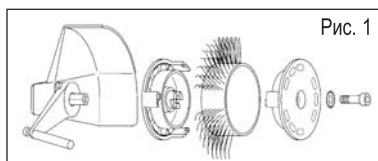
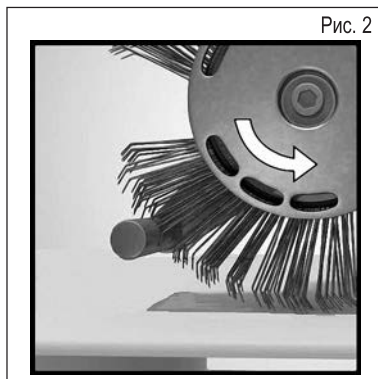

Рис. 1
Рис. 2
1. Отключите подачу электроэнергии, затем должным образом закрепите ленту Bristle Blaster® 23 мм в инструменте при помощи соответствующей системы фиксации (проверьте направление вращения) и предусмотренных для этой цели стопорной шайбы и винта. **См. Рис. 1 и Рис. 2**
Вы используете ленту Bristle Blaster® в неправильном направлении? – Выровняйте щеточную ленту так, чтобы она вращалась в предписанном направлении (см. главу 5 Ввод в эксплуатацию, рис. 2).